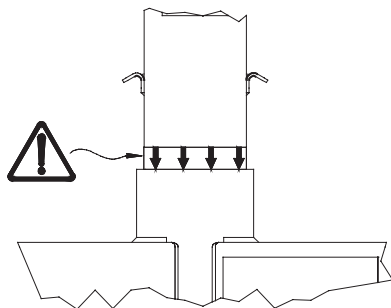

Figura 25. Etichetta di contrassegno di inserimento sulla colonna superiore 4.7.
6. Quando si utilizza SkyReach nell'unità sistema di carico MkII Base, la colonna superiore 4.7 può essere utilizzata per fornire un punto di ancoraggio posizionato a 4,7 m sopra il livello del suolo. Se si preferisce una maggiore altezza di lavoro, scegliere invece l'adattatore SkyReach 5.9. Con questa soluzione, il punto di ancoraggio sarà collocato 5,9 m sopra il livello del suolo. Le seguenti istruzioni possono essere applicate a entrambe le soluzioni, ma le illustrazioni mostrano solo la colonna superiore 4.7. Con il telaio superiore ancora verticale sul suolo, inserire l'unità colonna superiore 4.7/adattatore SkyReach 5.9 nel telaio superiore Top Frame, verificando che l'etichetta di contrassegno di inserimento sia in posizione, vedere Figura 25.